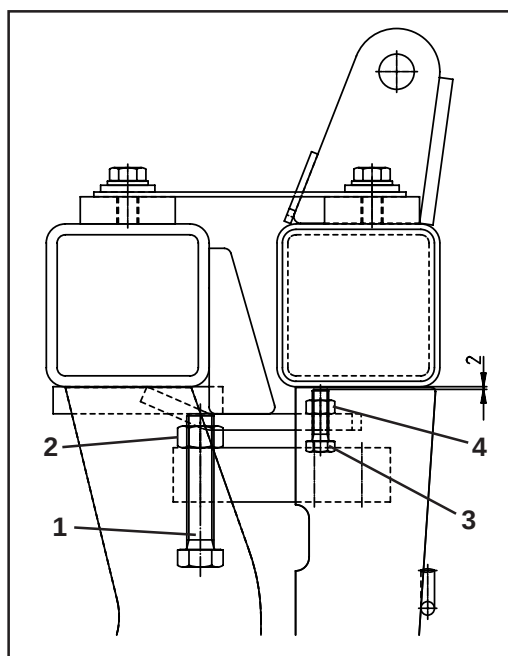

Fig. 9.3
Mätskruven (fig. 9.3/1) är centralt placerad i vågcellen under spridarens ram.
- Lossa kontramuttern (fig. 9.3/2)
- Ställ in mätskruven (fig. 9.3/1)
- Dra åt kontramuttern (fig. 9.3/2)
Anslagsskruvarna (fig. 9.3/3) ska ställas in till ett avstånd av 2 mm, enligt bild.
- Lossa kontramuttern (fig. 9.3/4)
- Ställ in anslagsskruven (fig. 9.3/3)
- Dra åt kontramuttern (fig. 9.3/4)